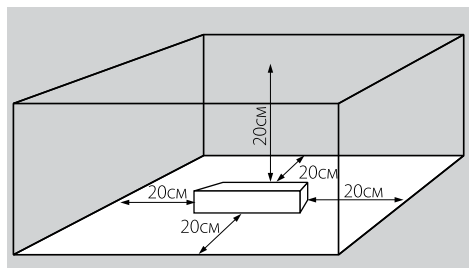

Рис. 1
4.2. Для естественной вентиляции обеспечьте свободное пространство вокруг источника питания не менее 20 см, как изображено на Рис. 1. При невозможности обеспечить свободное пространство используйте принудительную вентиляцию.